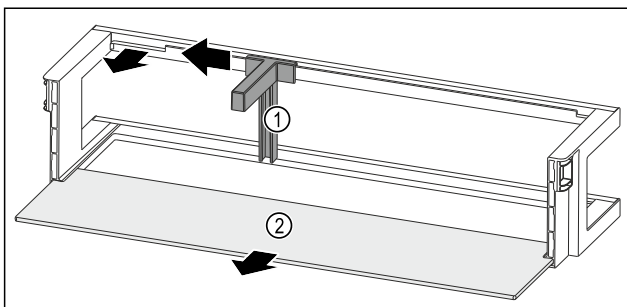

Fig. 97 Türabsteller mit Flaschenhalter und Abstellfläche
- Flaschenhalter Fig. 97 (1) bis zur Aussparung zur Seite schieben.
- Flaschenhalter Fig. 97 (1) entnehmen.
- Abstellfläche Fig. 97 (2) entnehmen.